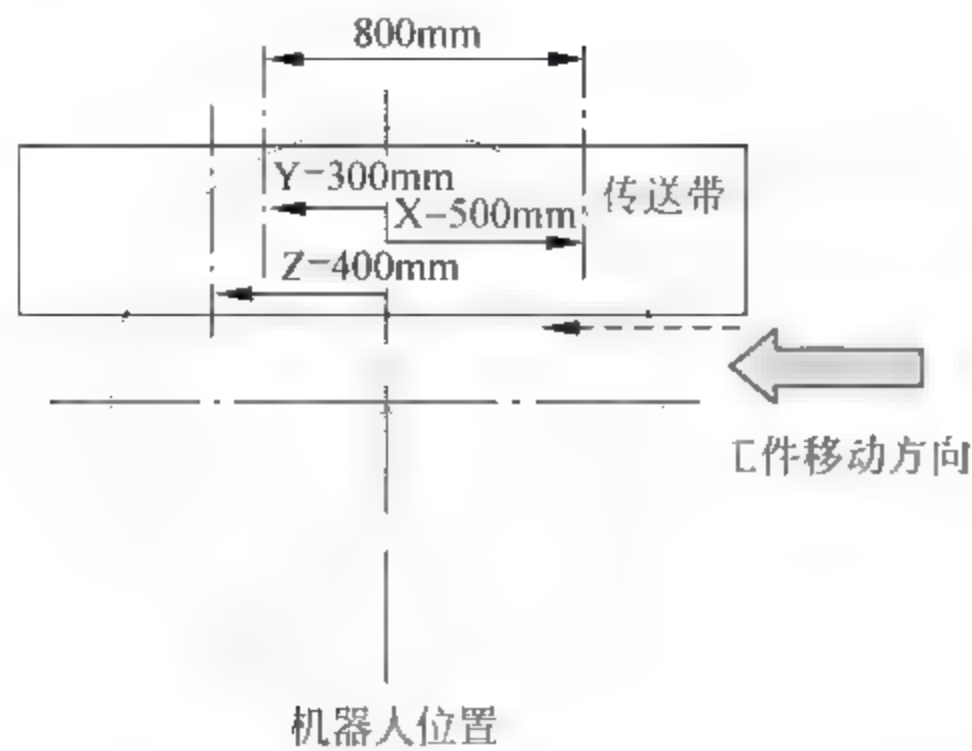

图 29-27 机器人追踪区域及机带关系
- (1) 传送带在机器人前方,工件移动方向为从右向左,则设置 PTN 的 X 坐标=1;追踪区范围 PRNG: (X,Y,Z)=(+500, +300, +400),如图 29-27 所示。